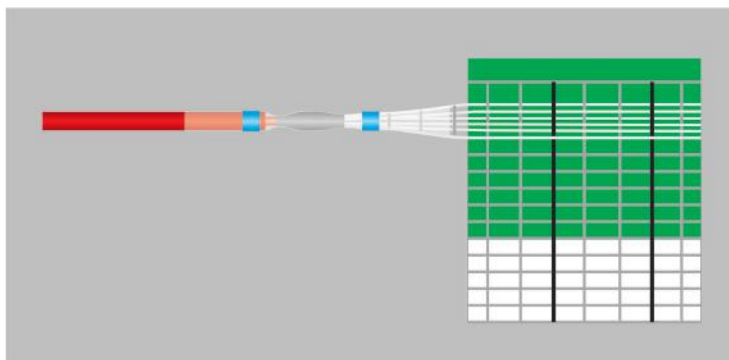

Рис. 12
5.4.18. Пример соединения после завершения термоусадки гильзы (см. рис. 12).